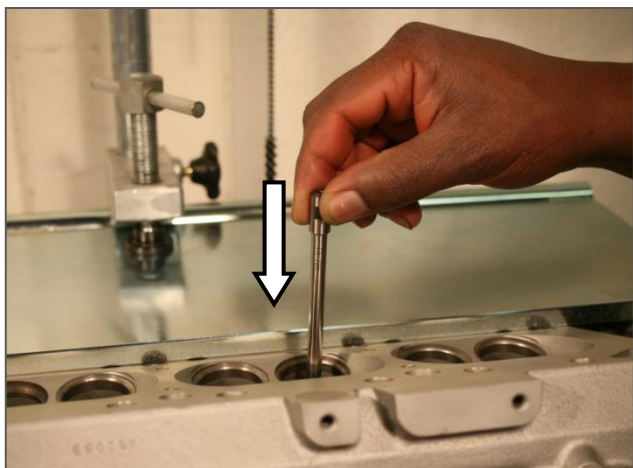

Fig. 8
4. Seleccione el piloto lo mas ajustado posible. Para el mecanizado de alta precisión el piloto debe tener una holgura máxima de **0.01mm**, con referencia a la guía de válvula. El piloto debe poder moverse sin resistencia. (Fig. 8) Véase el catalogo de herramienta de forma y de pilotos.